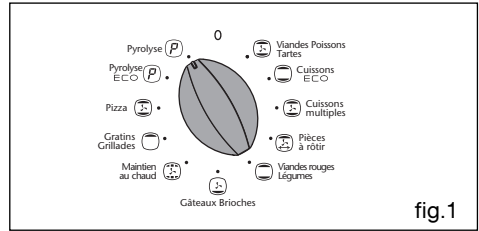

fig.1
Vérifiez que le programmateur affiche l'heure du jour et que celle-ci ne clignote pas. Tournez le sélecteur de fonction sur la position "Pyrolyse" ou "Pyrolyse ECO (fig.1).
Tournez le sélecteur de programme sur "Fin de cuisson"(fig.1).
- b) Dévissez le hublot (fig.1).